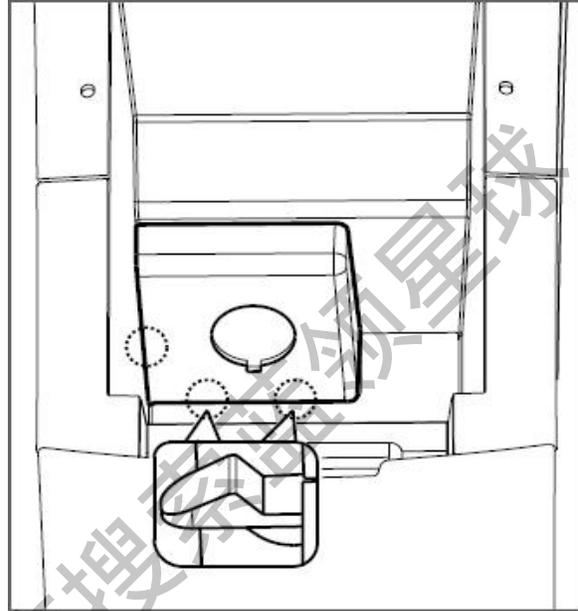

图 1.6.11 备用电源安装版的拆卸 a
- b) 用一字螺丝刀沿备用电源安装板与副仪表板本体配合处小心撬起安装板，直至将全部配合卡脚全部松开，向上翻转取下备用电源安装板。如图1.6.11所示；